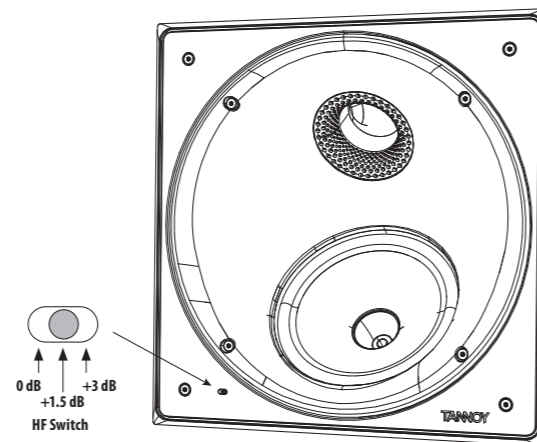

Fig. 10. HF Switch Positions
1. Le commutateur HF a trois positions, 0 dB étant plat. Ajustez si nécessaire en fonction de la position de la pièce et des conditions acoustiques (Fig. 10.).